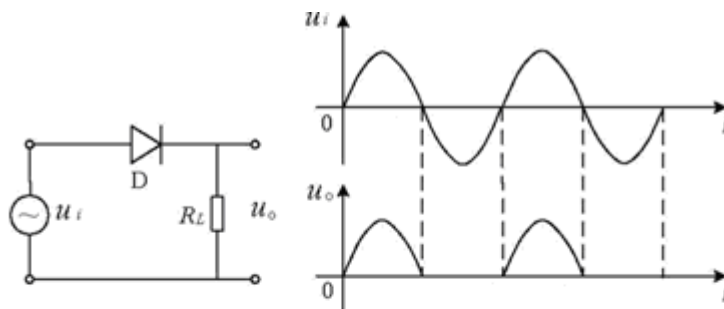
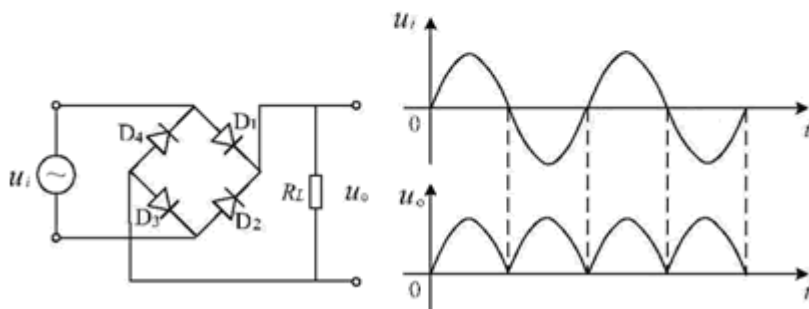

图 5-1 半波整流
图 5-2 全波整流
晶体二极管具有反向电阻大、正向电阻小的特性，因此它的最简单和最重要的应用之一是整流作用，即把交流电变成脉动的直流电（脉动直流电——电压的方向（正负极）不变，但大小随时间变化）。一般的整流电路有半波整流(电路和输出波形如图5-1)和桥式整流（又称全波整流，电路和输出波形如图5-2）。对于一定频率的正弦波输入，这种波形仅使输出端的电压极性保持不变，而电压值却是周期性的变化。
1) 按图5-1连接整流电路，输入一定频率的正弦电压，负载电阻(电阻箱) $R_L = 1k\Omega$ ，用示波器观察并记录 R_L 两端的输出电压波形。
2) 按图 5-2 接线，重复上述步骤。